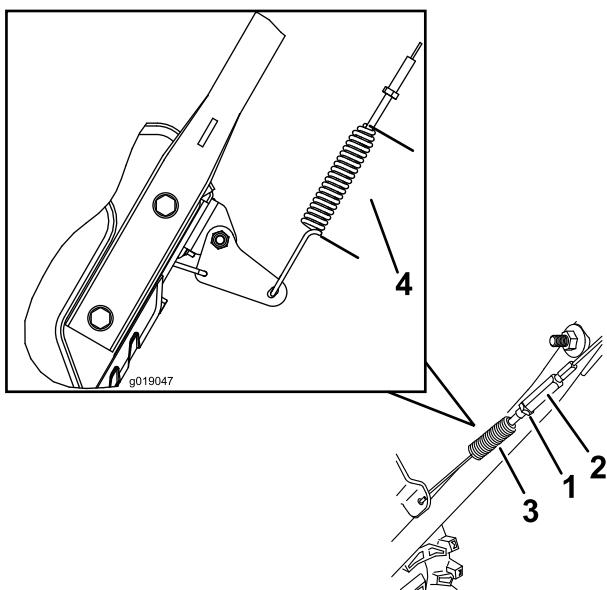

Figura 40
3. Allentate o serrate il tornichetto per regolare la lunghezza della molla a 7 cm (Figura 40).
4. Serrate il controdado (Figura 40), assicurandovi che vi sia una leggera tensione del cavo.